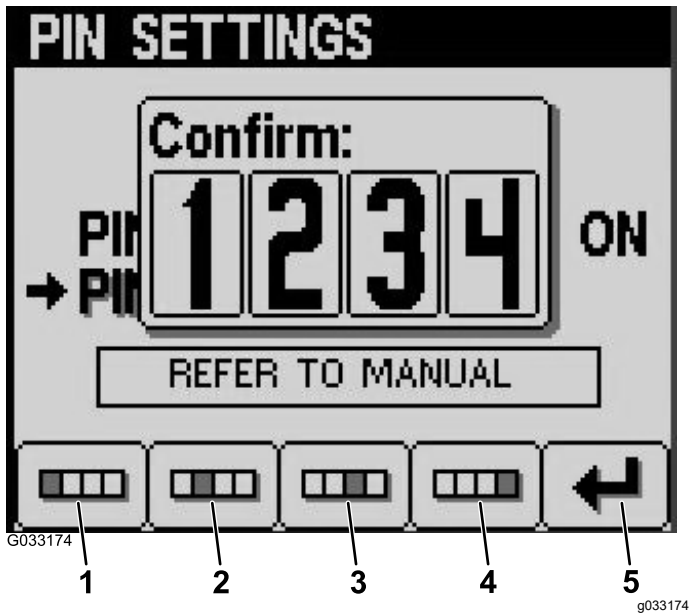

Figura 17
8. Confermate il nuovo codice PIN utilizzando i pulsanti da 1 a 4 e premete il pulsante 5 quando avete completato il PIN (Figura 17).